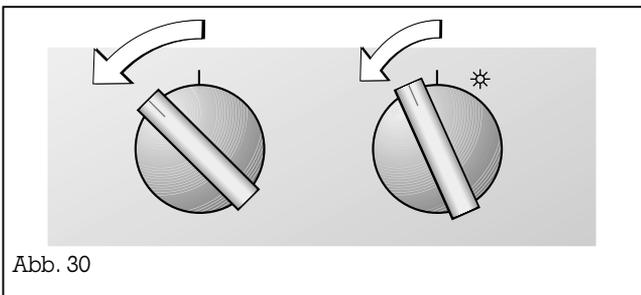

Abb. 30
- Drehen Sie beide Bedienknöpfe, von der Ausgangsstellung ausgehend, eine Rastung nach links (Abb. 30).